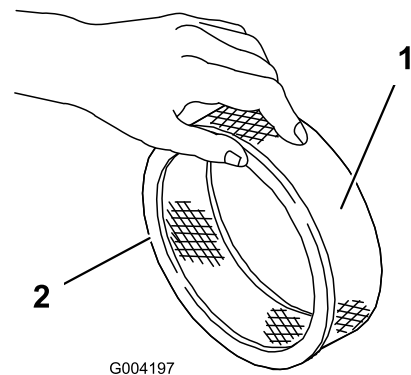

Figure 28
5. Vérifiez que l'élément en papier n'est pas déchiré ni couvert d'une pellicule grasse, et que le joint de caoutchouc n'est pas endommagé (Figure 28).
1. Glissez délicatement le préfiltre en mousse sur l'élément en papier (Figure 28).